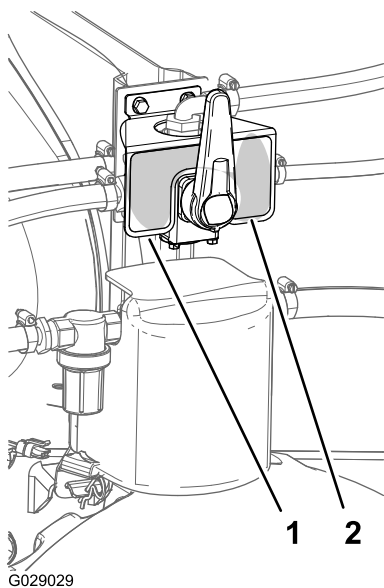
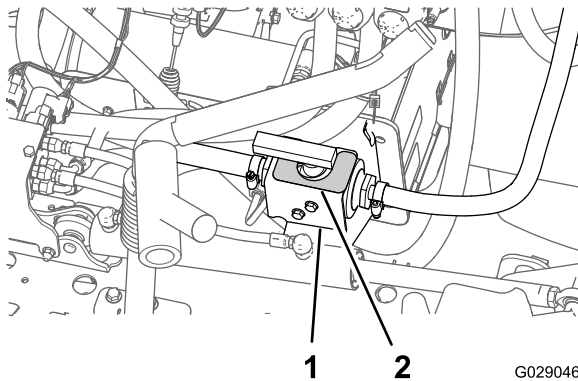

Figura 51
Figura 52
1. Curățați complet suprafaa consolei supapei cu 4 căi i a consolei supapei cu bilă (Figura 51 i Figura 52).
2. Desfacei hârtia din spatele autocolantului și aplicai autocolantele pe maină, conform indicațiilor din Figura 51 i Figura 52).